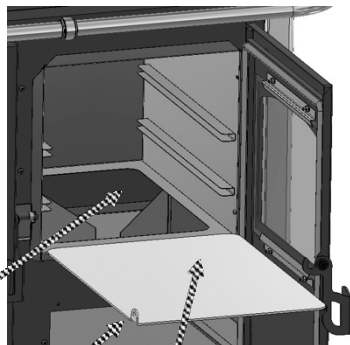

Fig. 3
### 1.18 RENGJØRING AV RØYKRØR UNDER OVNEN (Fig.3)
- Når rengjøringsoperasjonene er fullført, sett sammen toppplaten igjen, og vær oppmerksom på riktig montering av de forskjellige delene. Vær oppmerksom på posisjonen av den bøyde delen og oppover, se bildet Fig.3.